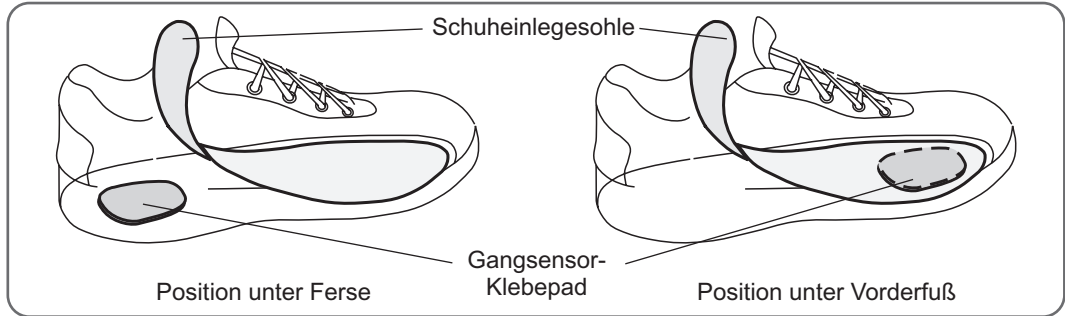

Abbildung 6-17: Platzierung des Fußsensor-Klebebands
2. Befestigen Sie ein Fußsensor-Klebeband unter der Einlegesohle an der vom behandelnden Spezialisten festgelegten Stelle. Siehe Abbildung 6-17.